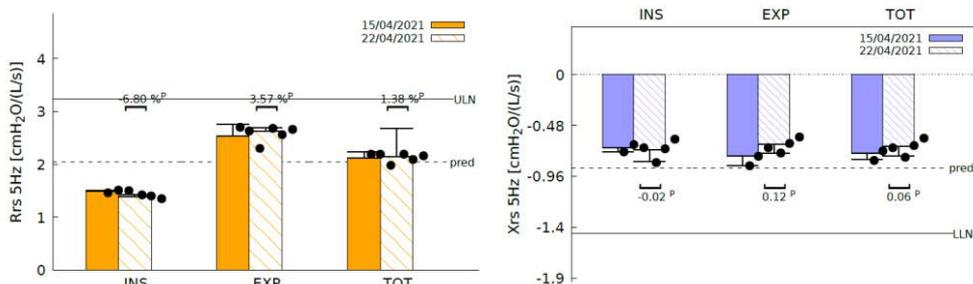
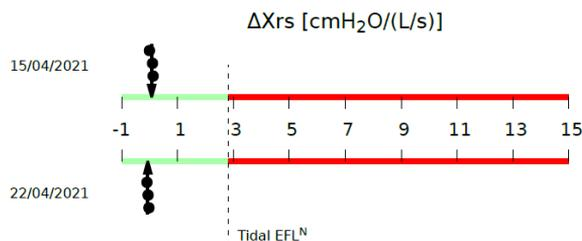
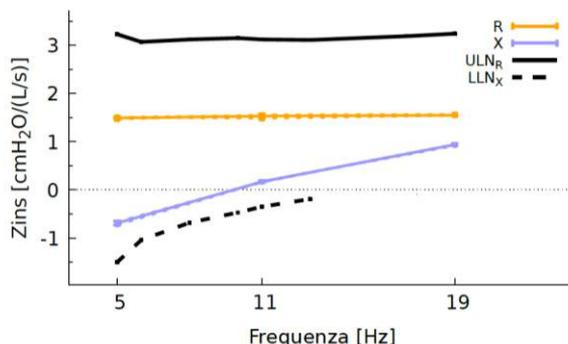

Abbildung 77 – Balkendiagramme für Resistanz und Reaktanz
Abbildung 78 - Expiratorische Flussbegrenzung (EFL) bei der Ruheatmung
Abbildung 79 – Spektren der inspiratorischen Resistanz und Reaktanz
Siehe Abbildung 77.
- Die Balken im linken Diagramm von Abbildung 77 stellen die mittlere Abweichung und die Standardabweichung der inspiratorischen (INSP), expiratorischen (EXP) und Gesamtresistenz (TOT) dar, die aus den ausgewählten Einzelmessungen innerhalb einer Messsitzung berechnet wurden (siehe Abschnitt *Durchführen einer Messsitzung*).
- Wenn Sie eine Stimulus-Wellenform mit 5 Hz wählen, wird im unteren Bildschirmbereich eine zusätzliche Grafik angezeigt (Abbildung 78). Hier werden mit einem Pfeil die mittlere Abweichung und die Standardabweichung von ΔXrs angegeben, die aus allen akzeptierten Atemzügen des Tests berechnet wurden. Die schwarzen Punkte stellen den Mittelwert ΔXrs der einzelnen Messergebnisse dar. ΔXrs ist die Differenz zwischen der mittleren inspiratorischen und der mittleren expiratorischen Reaktanz und ist ein Index der expiratorischen Flussbegrenzung (EFL) während der Ruheatmung (Dellacà et al., ERJ, 2004). Der Schwellenwert von 2.81 cmH₂O/(l/s) wird verwendet, um zu bestimmen, ob ein Patient bei der Ruheatmung flussbegrenzt ist oder nicht (Dellacà et al., ERJ, 2004). Wenn sich dieser Pfeil im grünen Bereich der Grafik befindet, hat der Patient bei der Ruheatmung keine Flussbegrenzung. Ein Pfeil im roten Bereich der Grafik zeigt an, dass wir es mit einer EFL zu tun haben.
Zusätzlich zu den Diagrammen, die angezeigt werden, wenn eine Stimulus-Wellenform mit einer einzigen Frequenz verwendet wird (Abbildung 77 und Abbildung 78), wobei die Daten die Resistanz und die Reaktanz bei 5Hz darstellen, wird unten auf der Seite ein neues Diagramm mit den Werten des Widerstands (orangefarbene durchgezogene Linie) und der inspiratorischen Reaktanz (blaue durchgezogene Linie) bei den Frequenzen der Stimulus-Wellenform angezeigt (Abbildung 79). Die angezeigten Werte können sich auf die Inspiration, die Expiration oder den gesamten Atemzug beziehen, je nachdem, was Sie auf dem Ergebnisbildschirm vor dem Exportieren ausgewählt haben (siehe auch Abschnitt *Durchführung einer neuen Mess Sitzung*). Die Standardeinstellung ist Inspiration.